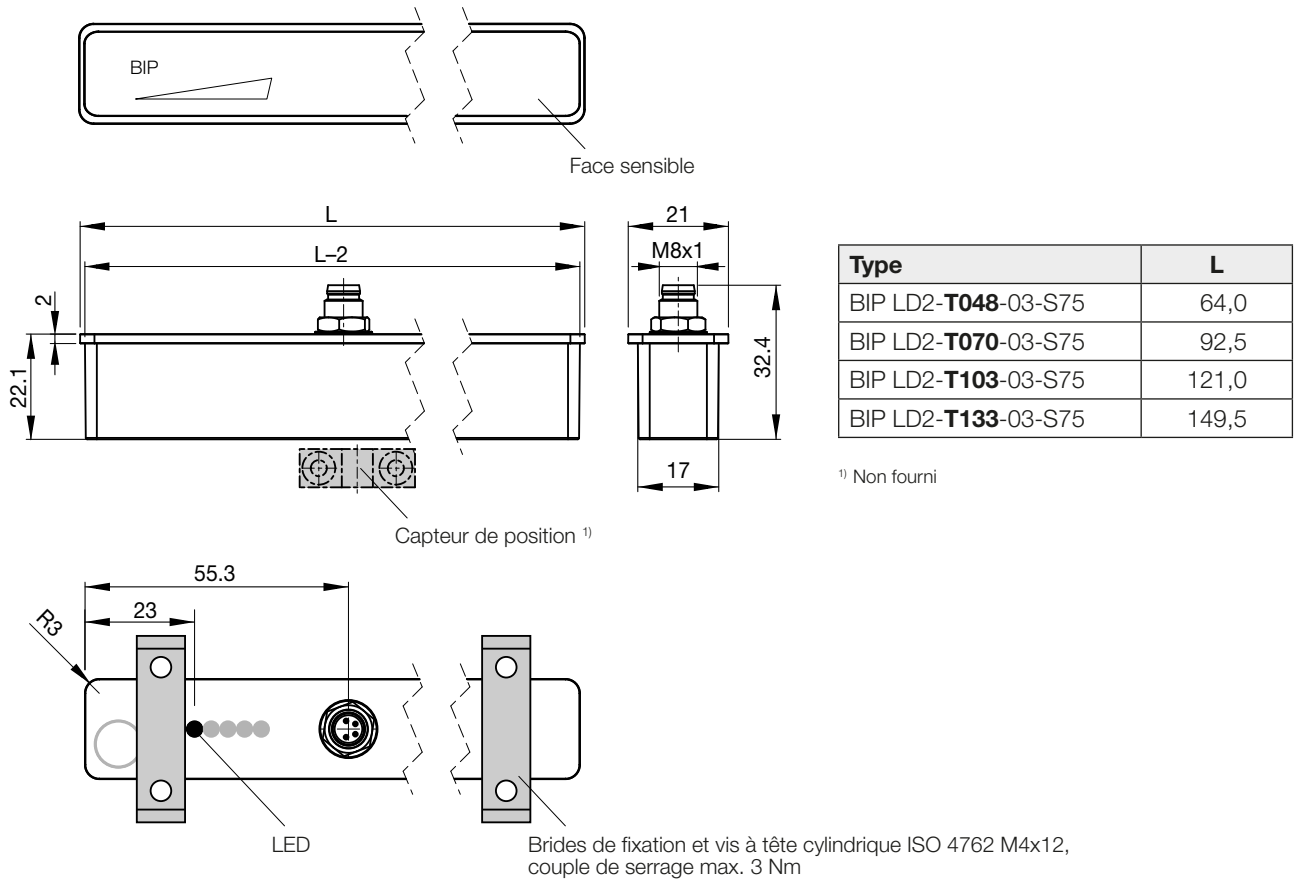

Fig. 3-1 : Structure
- Respecter les couples de serrage, voir Fig. 3-1.